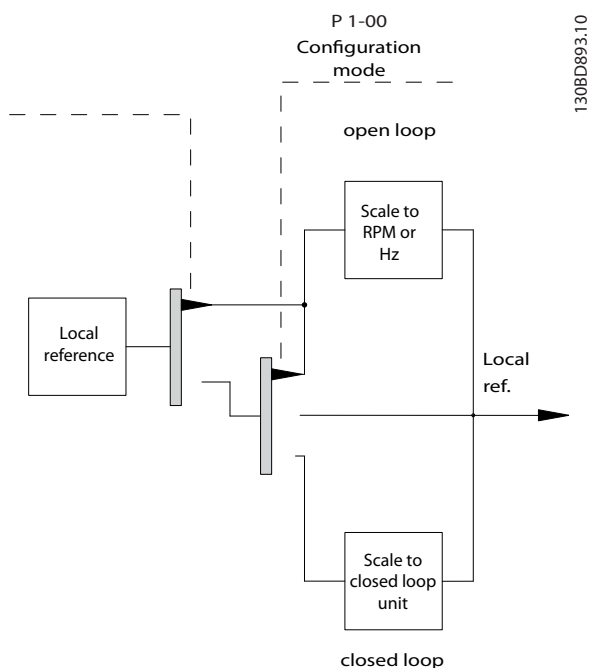

Ilustración 2.14 Modo Configuración
- La Ilustración 2.14 muestra el modo de configuración manual para la referencia local.